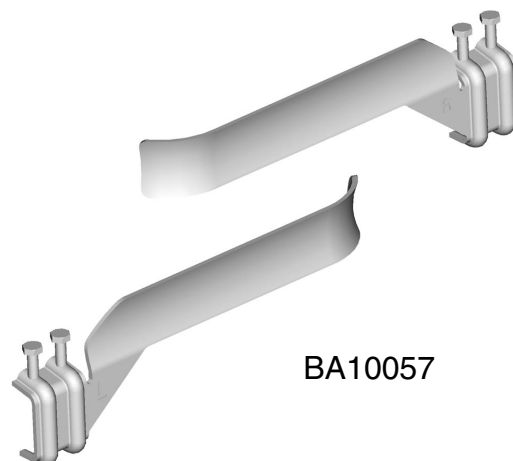

Fig. 7
Um den Lauf des mobilen Teils zu beenden, müssen zwei Nocken an den Enden der Zahnstange positioniert werden (Abb. 7).
- 1 - Nachdem Sie die **Endschalternocken auf der Zahnstange positioniert haben, (Abb.7 Seite4)**, stellen Sie Dip1 auf ON. Die LED DL5 fängt an, zu blinken.